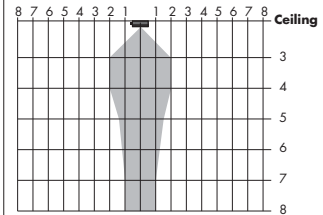

Fig. 1
Préparer le câble et le faire passer à travers la partie inférieure du capteur par le côté ou l'arrière. Fixer la partie inférieure à l'endroit choisi à l'aide des deux vis fournies, puis raccorder le câble au capteur. Comprimer légèrement les ressorts du couvercle du capteur en appuyant avec les deux doigts et mettre en place en encliquetant le long des rails de guidage à l'intérieur de la partie inférieure du capteur (voir fig. 1.)
- Voir fig. 1 - 3 pour la portée du capteur.